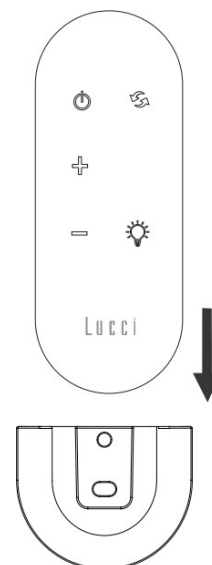

Рис. 11b
2. Вставте пульт дистанційного керування в тримач, щоб він лежав спокійно. (Рис. 11b)